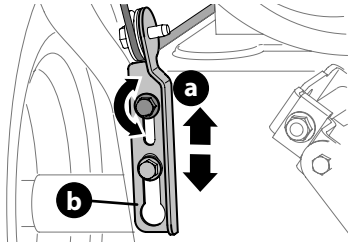

Figure 47
4. Laissez les tarières tourner pendant dix (10) secondes avant de relâcher la commande des tarières. Répétez cette étape plusieurs fois.
7. Pour ajuster le câble de cette commande, desserrez le boulon hexagonal supérieur (a). Voir (Figure 47).
8. Déplacez le support du câble vers le haut (b) pour desserrer le câble. Voir (Figure 47).